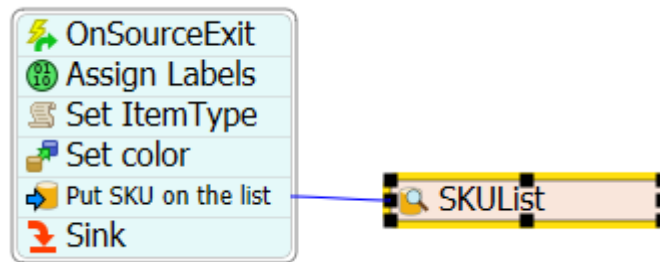

Figura 19- Layout final PF
Para finalizar o Process Flow(PF) junte os objetos até que o layout parece com o Figura 19.